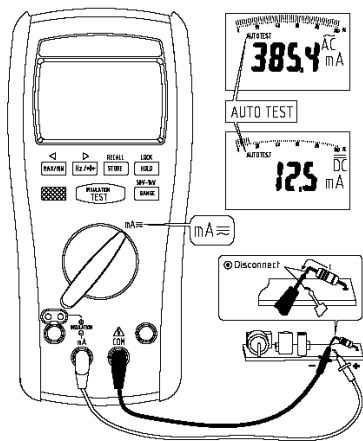

Рис. 7.3
3. Подключить измерительные провода последовательно с источником тока (рис. 7.3). При необходимости выпаять ножку радиоэлемента их схемы.